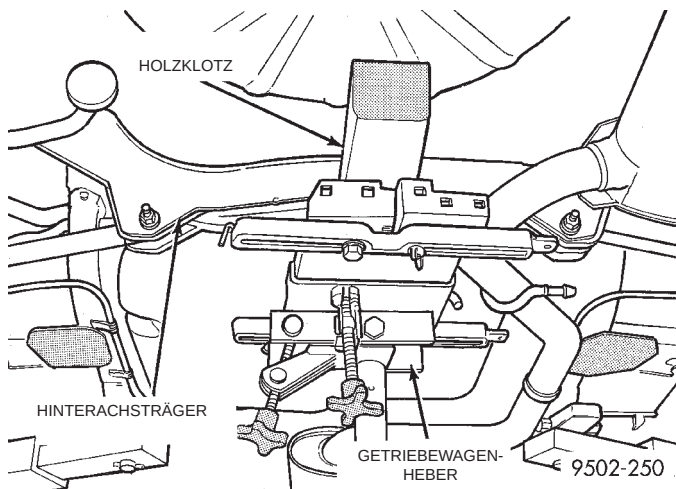

Abb. 25 Hinterachsträger stützen und absenken
(7) Einen Getriebewagenheber mit Holzklotz in der Mitte unter den Hinterachsträger stellen, um den Achsträger beim Ausbau absenken zu können (Abb. 25).